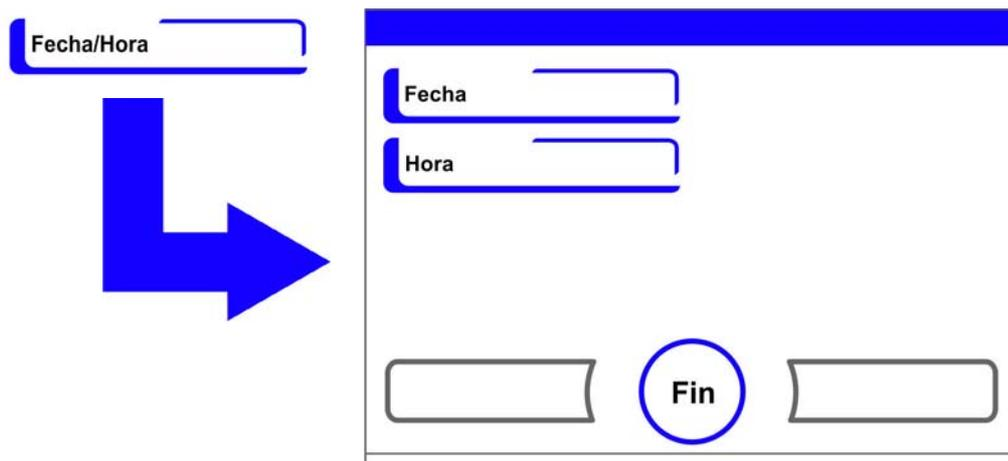

Figura 6-21. Menú de opciones Fecha / Hora
- Se muestra el cuadro de selección de Figura 6-21.